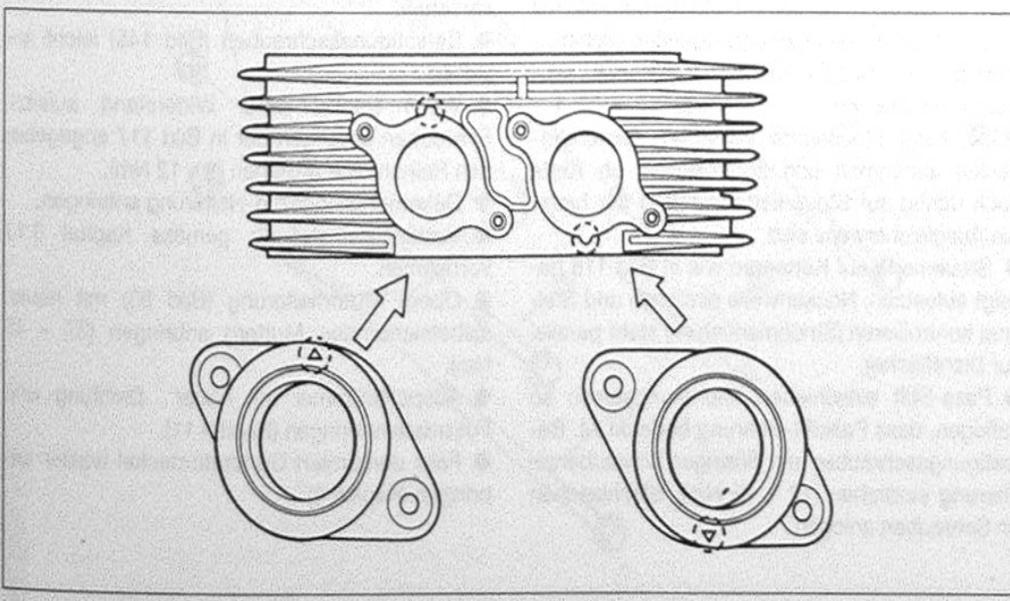

Bild 144
- Vergaseransaugstutzen mit möglichst wenig Überstand und neuen O-Ringen am Zylinderkopf anbringen (Bild 144).